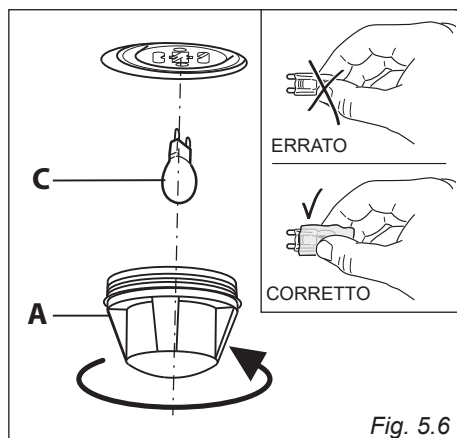

Fig. 5.6
- Svitare la calotta protettiva "A" (fig. 5.6).